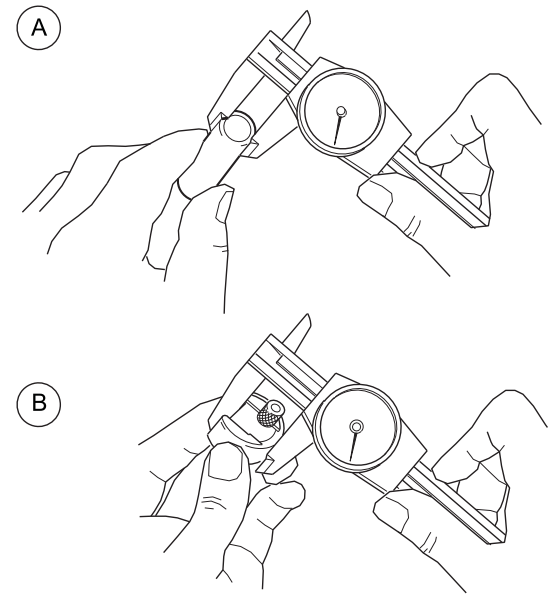

図8：アーク・ギャップ・ゲージを設定する
1. ノギスまたはマイクロメーターを使用して、溶接物の外径サイズを測定します。図8 (A) をご参照ください。M200 パワー・サプライの場合、「自動作成」機能を使用すると、アーク・ギャップ・ゲージ設定値を自動で計算します。
3. アーク・ギャップ・ゲージを調節して 124 ページの表の設定値に合わせます。図8 (B) をご参照ください。